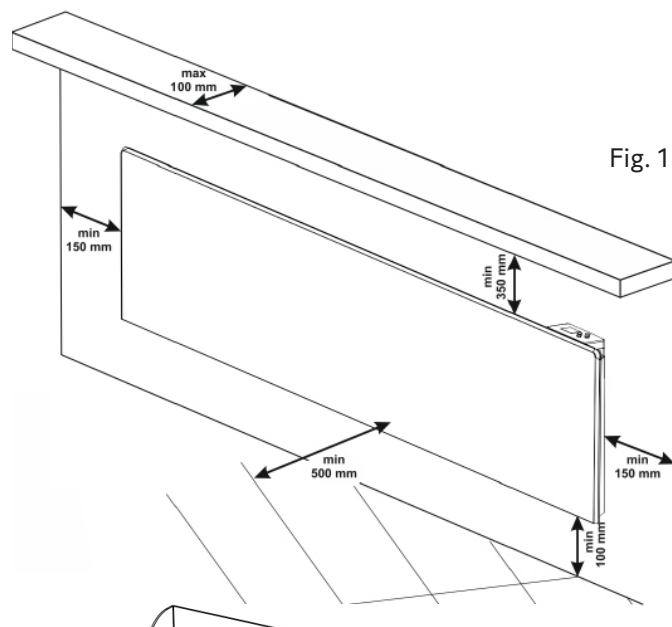
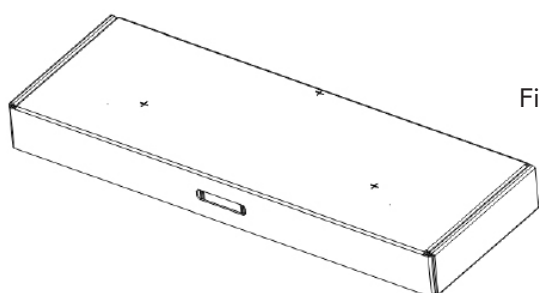

Fig. 1
Fig. 2
- Velg plassering, og merk opp de tre punktene for borehull. Bor deretter de merkede punktene på veggen med et $\varnothing 6$ mm bor. (Fig. 1). Som hjelp kan du bruke hullmalen i lokket på esken, merket med + (Fig. 2).